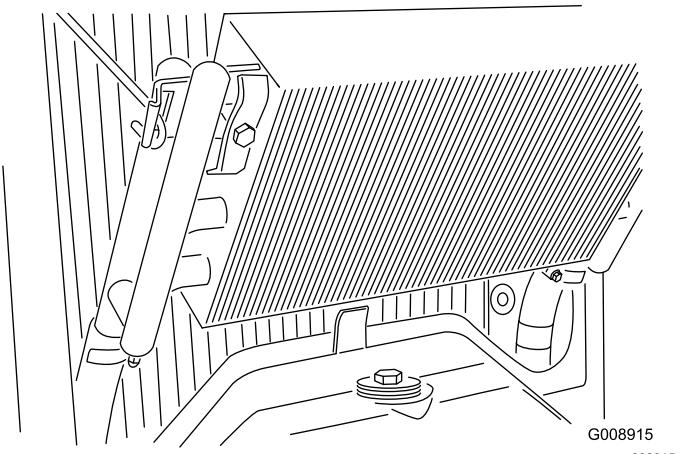

図 53
3. オイルクーラのラッチを外し、クーラーを後ろに傾ける図 53。オイルクーラとラジエターの裏表を水または圧縮空気で丁寧に清掃する。オイルクーラを元に戻し、スクリーンを閉める。